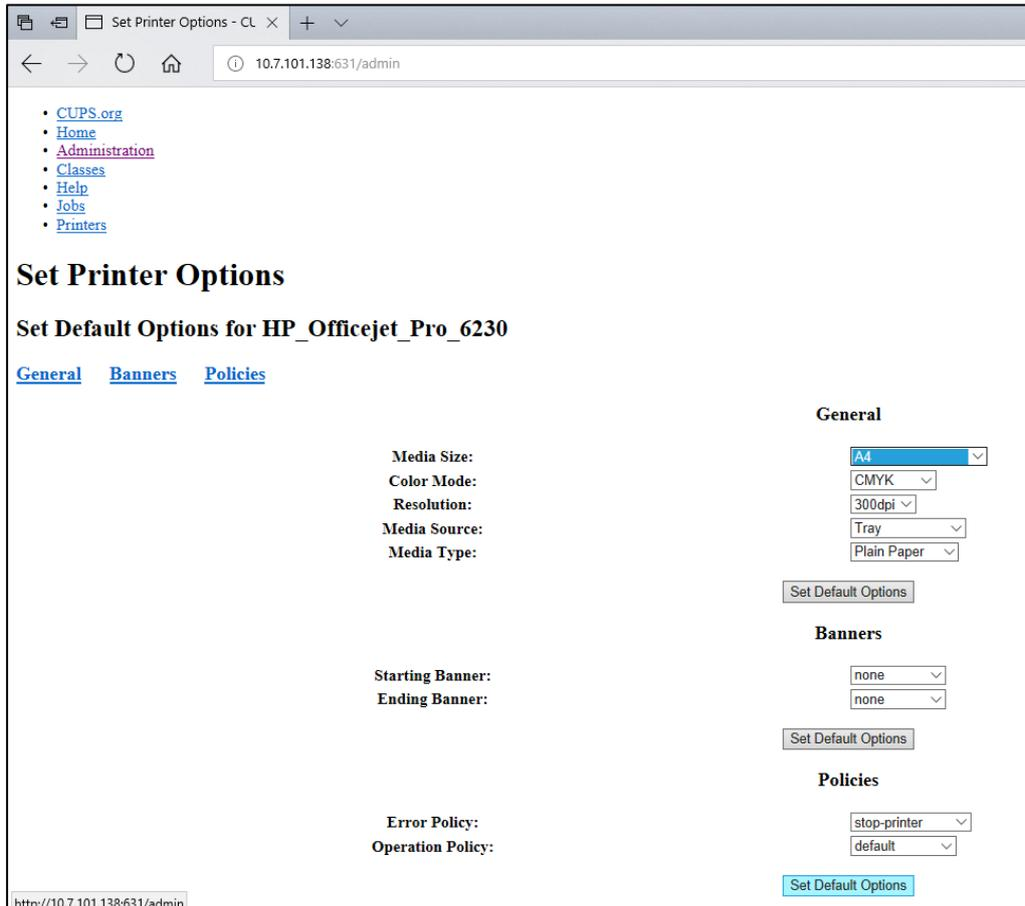

Abbildung 84: Auswahl des richtigen Medienformats
7. Wählen Sie das korrekte Media Size (Medienformat) (z. B. „A4“) aus, da einige Drucker nicht drucken, wenn das Papierformat falsch eingestellt ist. Speichern Sie anschließend die Auswahl, indem Sie auf Set Default Options (Standardoptionen festlegen) (Abbildung 84) drücken.